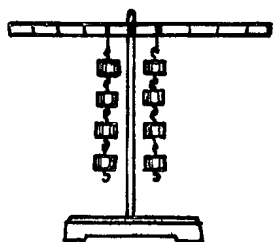

图 4
实验(1) 我们在杠杆左边一个格的地方挂上四个砝码，把这四个砝码的重量作为对杠杆的阻力。同时，再拿相同的四个砝码作为动力，把它挂在什么地方杠杆才能保持平衡呢？实验结果表明，四个砝码必须挂在右边也是一个格的地方杠杆才能保持平衡（图4）。